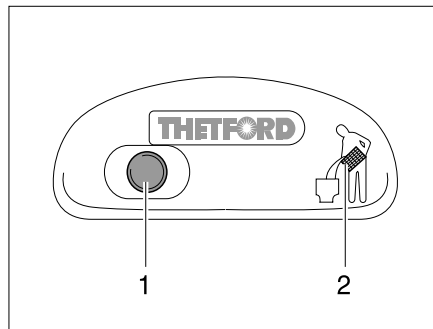
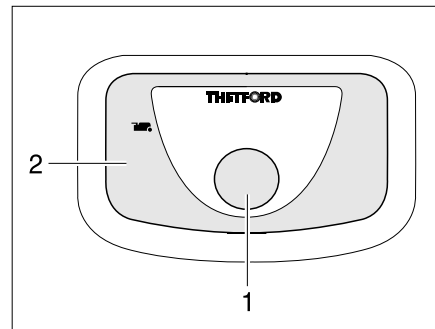

Bild 236 Spülknopf/Kontroll-Leuchte Thetford-Toilette
Bild 237 Spülknopf/Kontroll-Leuchte Thetford-Toilette (Alternative)
- Zum Spülen den blauen Spülknopf (Bild 236,1 bzw. Bild 237,1) drücken.
Die Kontroll-Leuchte (Bild 236,2 bzw. Bild 237,2) leuchtet, wenn die Thetford-Kassette entleert werden muss.